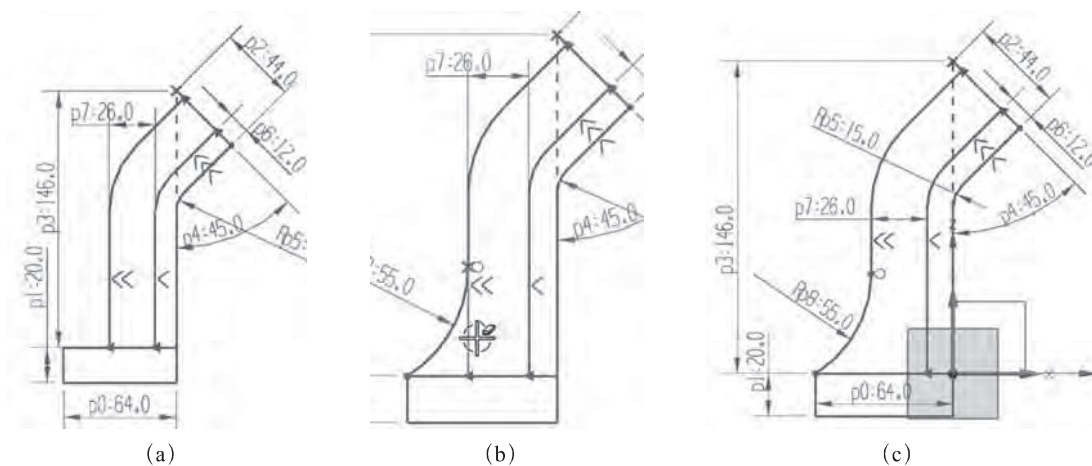

图 2-51 草图绘制过程二
- ✧ 使用“偏置曲线”，如图2-51 (a) 所示。
- ✧ 绘制圆弧，“三点画弧”，再尺寸约束，如图2-51 (b) 所示。
◇ 定位草图，完成后如图2-51 (c) 所示。